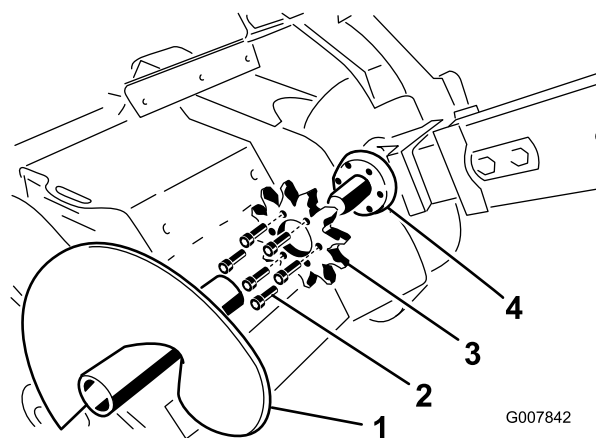

Figura 61
3. Togliete le lame della coclea (Figura 61).
8. Rimuovete i sei bulloni che fissano la ruota conduttrice (Figura 61).
9. Togliete la ruota conduttrice e gettatela (Figura 61).
10. Pulite la superficie della ruota conduttrice sullo scavafoffi (Figura 61).
11. Inserite la nuova ruota sull'albero (Figura 61).
12. Stringete a mano i sei bulloni nella ruota (Figura 61).